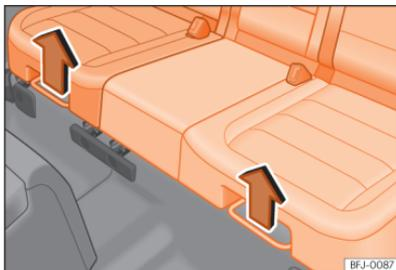

Abb. 92 Unterhalb des Rücksitzes: Verstellhebel.
- Hebel rechts oder links in Pfeilrichtung >>> **(Abb. 92)** nach oben ziehen und den entsprechenden Teil der Rücksitzbank nach vorn bzw. hinten verschieben.